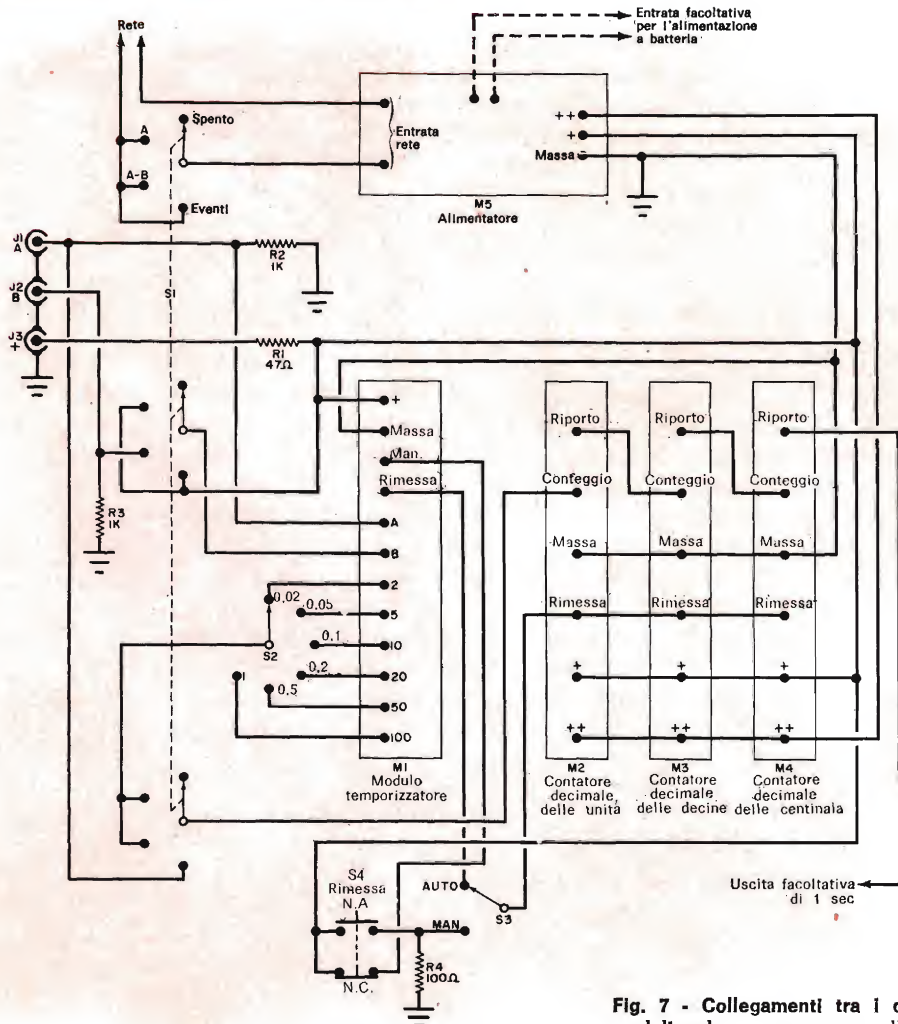

Fig. 7 - Collegamenti tra i cinque moduli che compongono l'unità.
**Montaggio finale** - La fig. 7 rappresenta lo schema completo dei collegamenti del cronometro; questo comprende tre moduli contatori decimali, il modulo temporizzatore, quattro resistori, l'alimentatore, quattro commutatori e tre jack d'entrata.
quello usato per la costruzione del prototipo ed illustrato nella figura di pag. 47. Nella fig. 8 si vedono le parti montate prima dei collegamenti. Per collegare i moduli ed i commutatori si segua la fig. 7; si usino fili di colori diversi per i vari circuiti e si noti che i contatori decimali sono collegati (visti da dietro) da sinistra a destra in modo che, visti frontalmente (nella posizione di funzionamento norma-
Volendo, la linea facoltativa di uscita di un secondo della fig. 7 può essere usata per pilotare un contatore esterno di secondi.